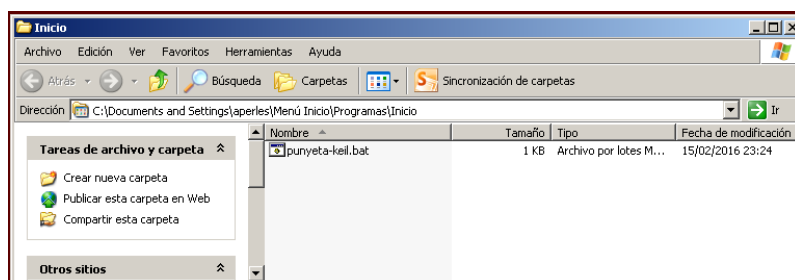

Figura 7.19: Carpeta de inicio de Microsoft Windows
- En inicio->ejecutar de Windows o buscar o pulsar tecla Windows + R, escribir “shell:startup”. Se debería abrir una carpeta similar a la mostrada en la figura 7.19. Esta carpeta se usa para contener programas que se ejecutan al arrancar el SO.